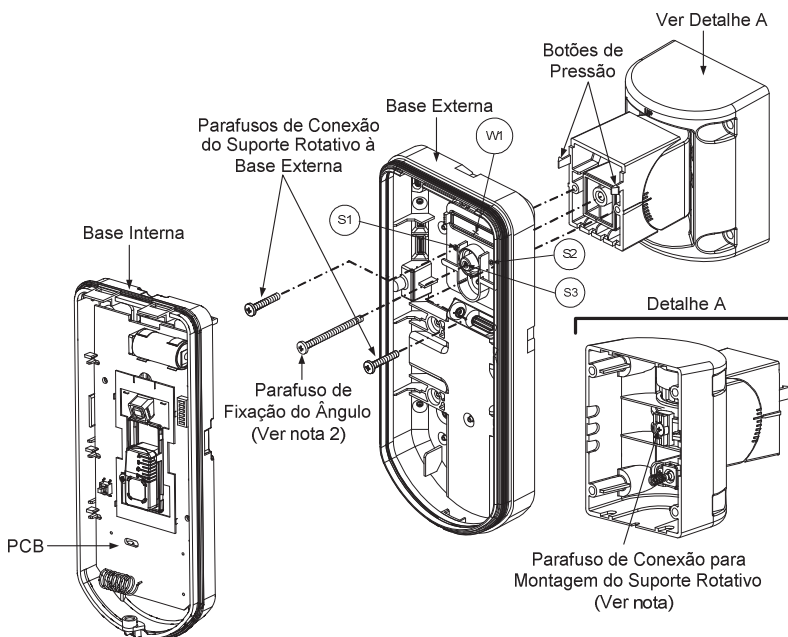

Figura 9
3. Conecte a base externa ao suporte rotativo usando os botões de pressão apropriados (Figura 9).
4. Fixe a base externa ao suporte rotativo com 2 parafusos presos através dos furos pré-marcados S1 e S2 (Figura 9).
5. Insira o parafuso de fixação do ângulo da base externa (Incluso) através do furo pré-marcado do parafuso de fixação do ângulo S3 na base interna ao suporte rotativo padrão (Figura 9).
Quando as marcas nas duas partes móveis estão alinhadas (Figura 9) o Suporte Rotativo Padrão está na posição vertical / horizontal de 0°. Cada clique a partir desta posição representa um desvio de 5° na posição vertical / horizontal.